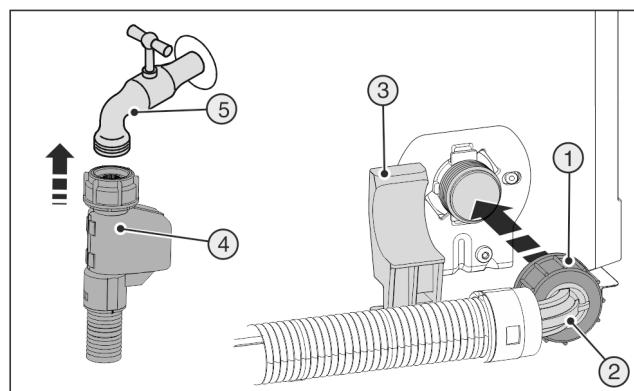

Fig. 22
- Приєднайте прямий кінець шланга *Fig. 22 (4)* до запірного крану *Fig. 22 (5)*.